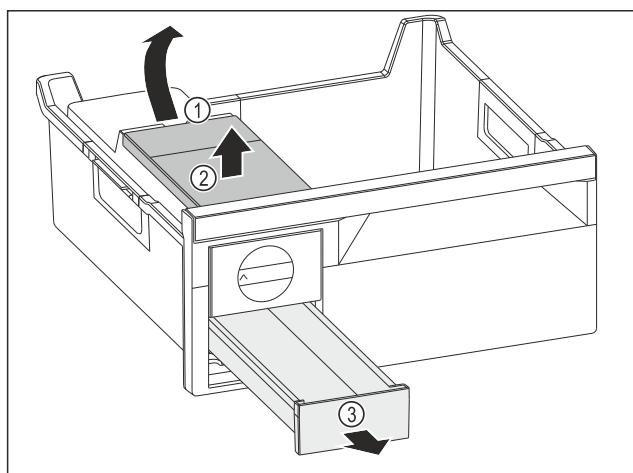

Fig. 73
- ▶ Retirez le réservoir d'eau : soulevez le réservoir d'eau hors de l'évidement Fig. 73 (1).
- ▶ Retirez le réservoir d'eau Fig. 73 (2) vers le haut.
- ▶ Retirez le compartiment à glaçons Fig. 73 (3) vers l'avant.